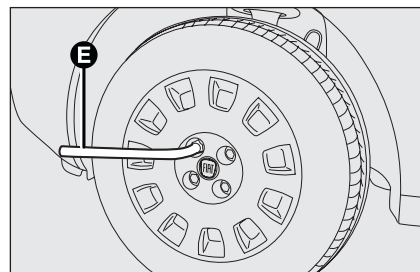

fig. 13
- ☐ desserrer d'environ un tour les boulons de fixation à l'aide de la clé fournie **E-fig. 13** ; pour les voitures équipées de jante en alliage, secouer la voiture pour faciliter le détachement de la jante du moyeu de la roue ;